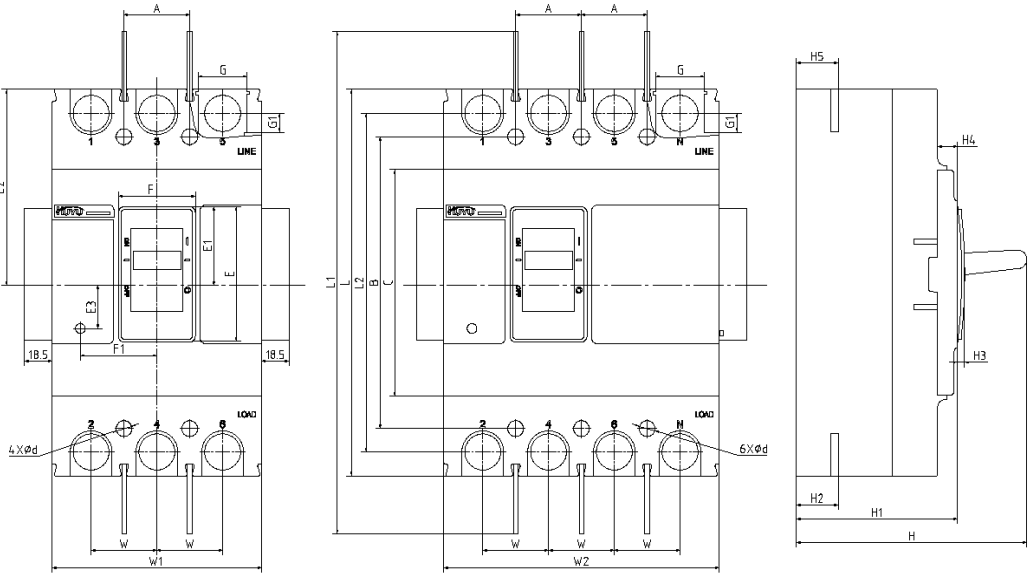

图 20 板前接线外形及安装尺寸
- 6.1 断路器板前接线外形及安装尺寸见图 20 及表 11。